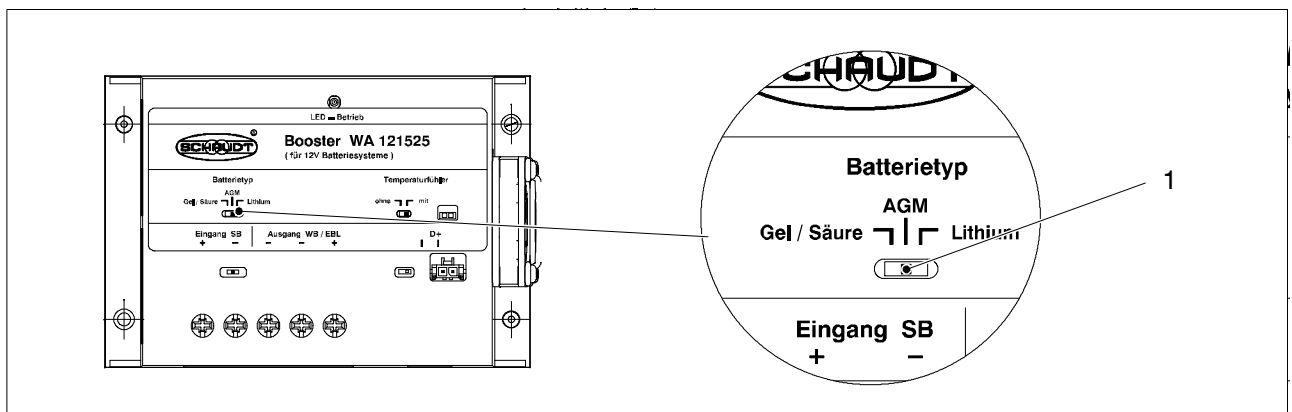

Bild 5 Batterie-Wahlschalter
- Den Batterie-Wahlschalter (Bild 5, Pos. 1) in die entsprechende Position bringen: